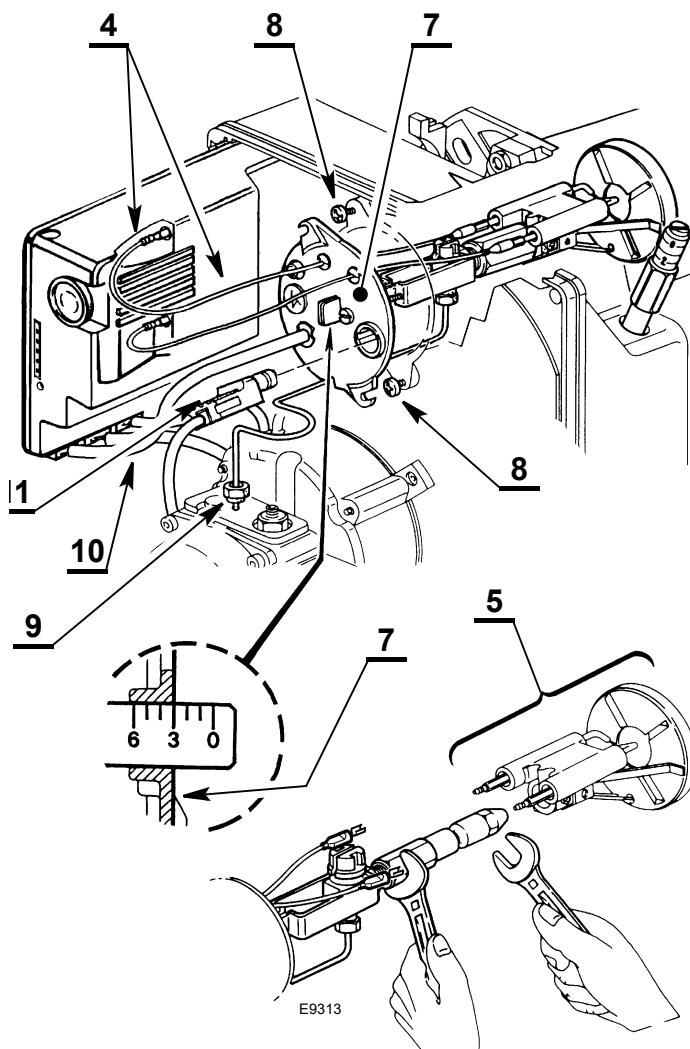

Fig. 16
**1° Modo (Fig. 16):**
- sfilare i cavetti 4)(Fig. 16) dall'apparecchiatura, il sensore fiamma 11) e svitare il dado 9) dalla pompa.
**2° Modo (Fig. 16):**